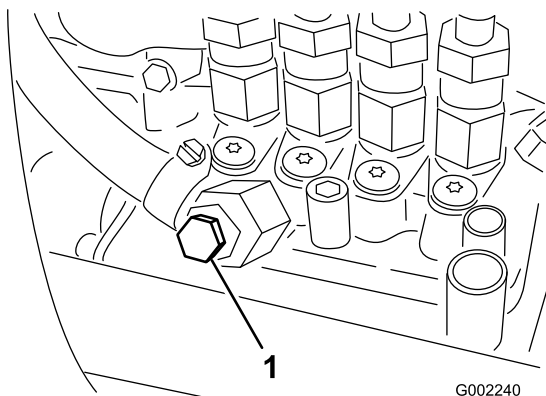

Figura 44
- Desaperte o parafuso de drenagem que se encontra na bomba de injeção de combustível (Figura 44).